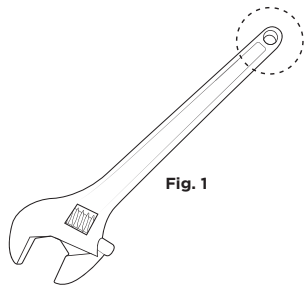

Fig. 1
1. For attachment to tools with a captive hole or handle engineered hole into the tool [fig 1], locate the tool’s connection point. Weigh your tool to determine the appropriate tool lanyard to use and directly attach that tool lanyard to the captive hole.
1. Para acoplarlos a herramientas con un orificio cautivo o con un orificio en el mango [fig. 1], localice el punto de conexión de la herramienta. Pese la herramienta para determinar la cuerda de amarre para herramientas que necesitará y acople directamente la cuerda de amarre para herramientas al orificio cautivo.